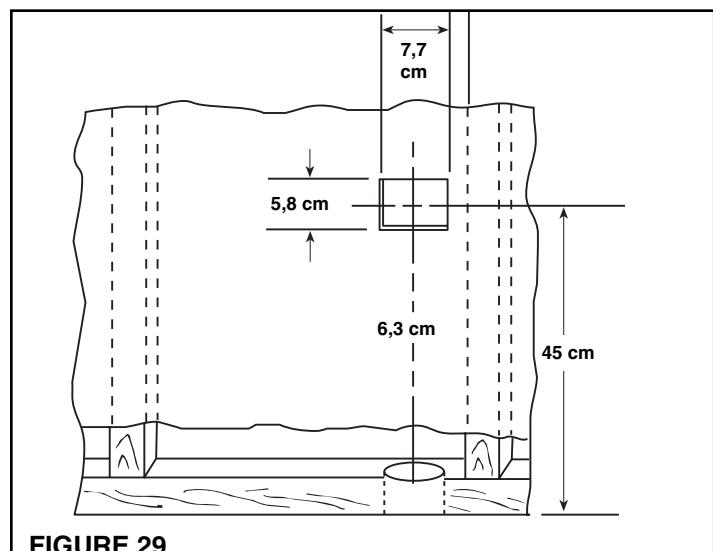

FIGURE 29
- Voyez la figure 29. Un petit trou "de guidage" ou "de repérage" peut être percé derrière le bord inférieur de la plinthe pour déterminer l'emplacement du trou de la tuyauterie de diamètre dans la plaque d'assise
- S'il n'y a aucune obstruction, découpez une ouverture pour la prise dans le mur à approximativement 45 cm du sol. Assurez-vous que l'ouverture du mur et le trou de la tuyauterie de 6,35 cm de diamètre sont alignés (Figure 29).